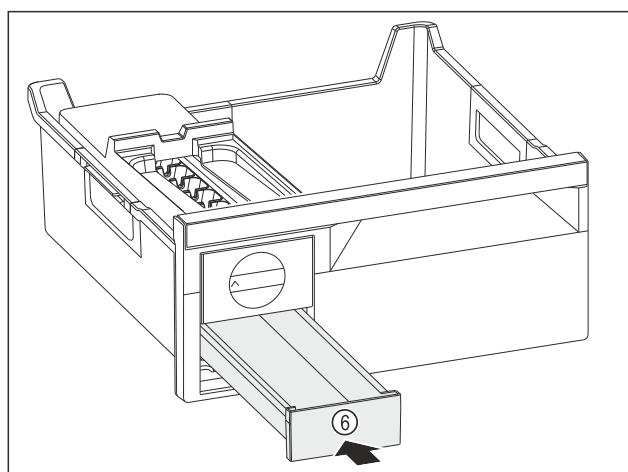

Fig. 149
- Eiswürfelschubfach Fig. 149 (6) einschieben.